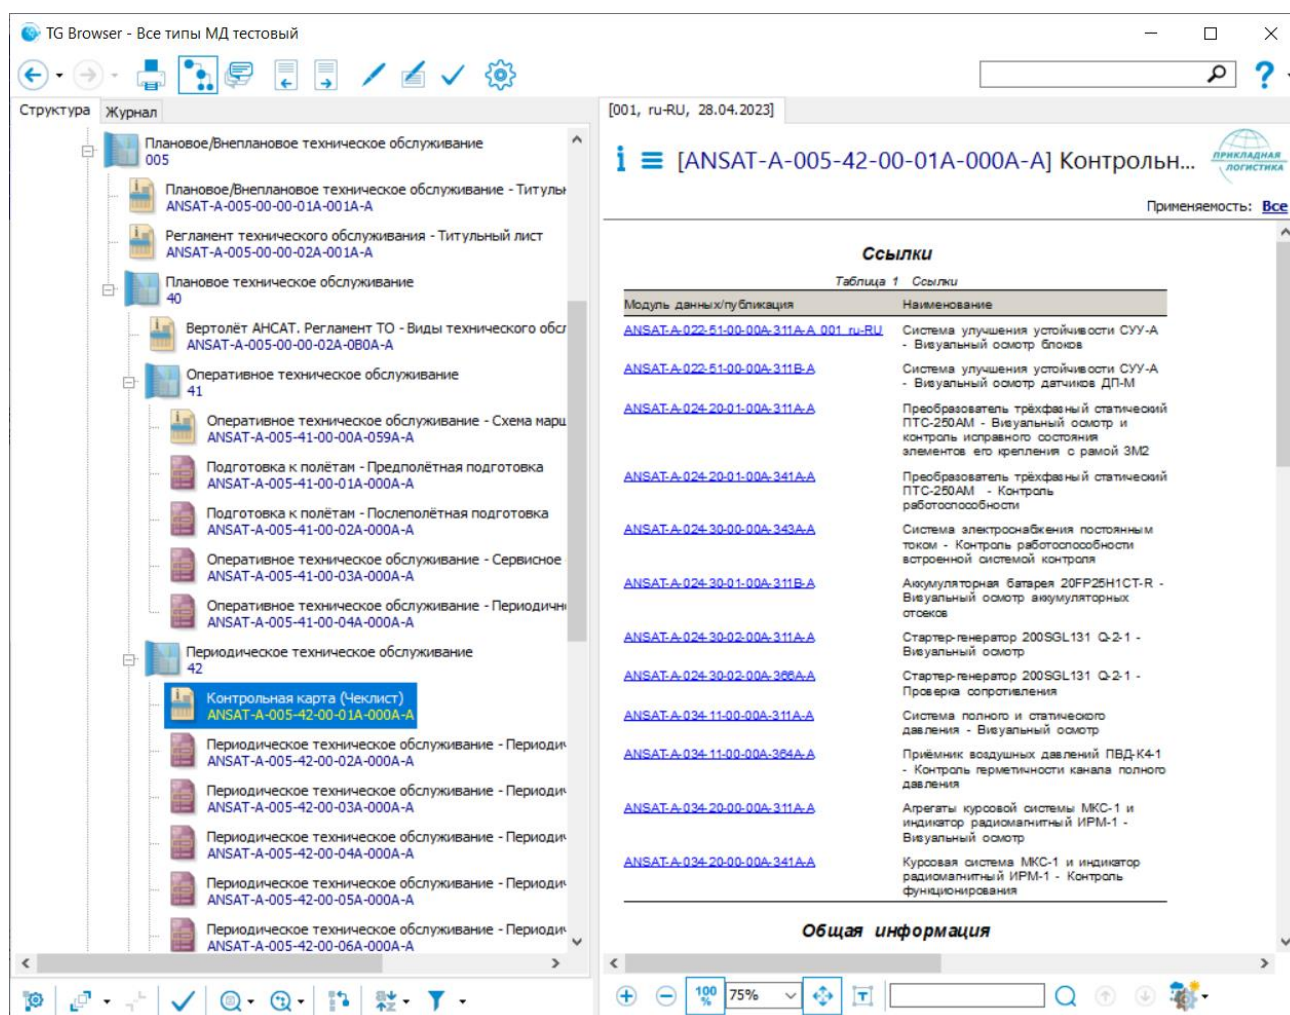

Рис. 156
3. Для перехода к просмотру содержимого модуля данных подтвердите прочтение предупреждений нажатием на кнопку **ОК**. После этого в правом окне появится содержимое модуля данных (Рис. 156).